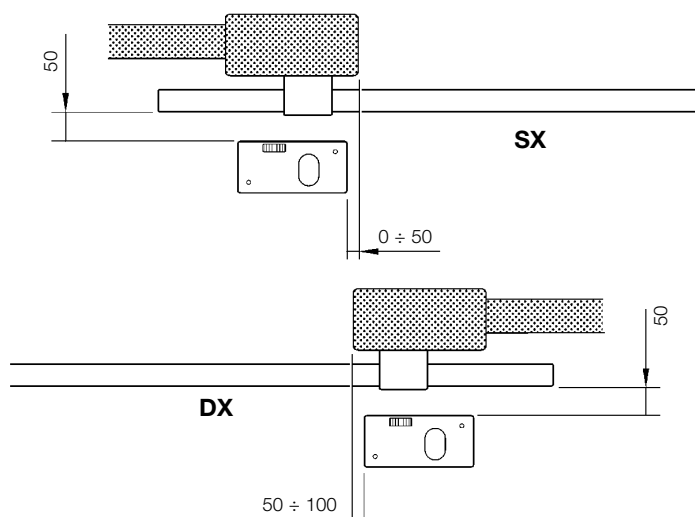
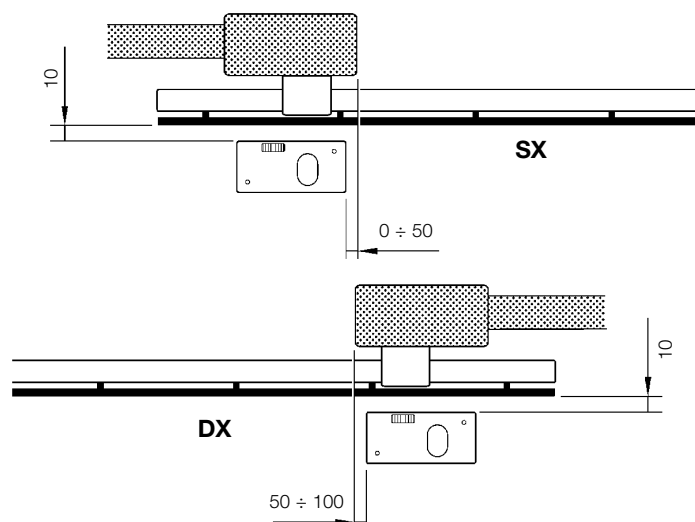
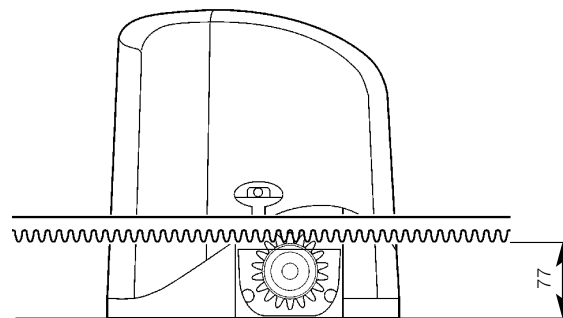

Figure 11
Figure 12
Figure 15
- Que l'opérateur soit monté à gauche "SX" ou à droite "DX", il faut que les mesures indiquées dans la figure 11 (portail sans crémaillère) ou dans la figure 12 (portail avec crémaillère) soient respectées.
• Si la crémaillère est déjà montée sur le portail, vérifier que sa position est compatible avec les limites d'encombrement de la figure 15 et vérifier que le pas de la crémaillères correspond au module 4 (environ 12 mm).
1 Creuser un trou de fondation en respectant les indications du paragraphe "Contrôles préliminaires" et en particulier les mesures de figure 11 page 7.
4 Positionner la plaque de fondation en faisant en sorte que le côté avec sillons (qui indiquent la position du pignon) se trouve vers le portail, en respectant les mesures indiquées dans la figure 11.
1 Creuser un trou de fondation, en respectant les indications du paragraphe "Contrôles préliminaires" et en particulier les mesures de la figure 12 page 7. Faire particulièrement attention au fait que la plaque de fondation devra se trouver à 77 mm de la crémaillère, voir figure 15.
4 Positionner la plaque de fondation en faisant en sorte que le côté avec sillons (qui indiquent la position du pignon) se trouve vers le portail, en respectant les mesures indiquées dans la figure 12.